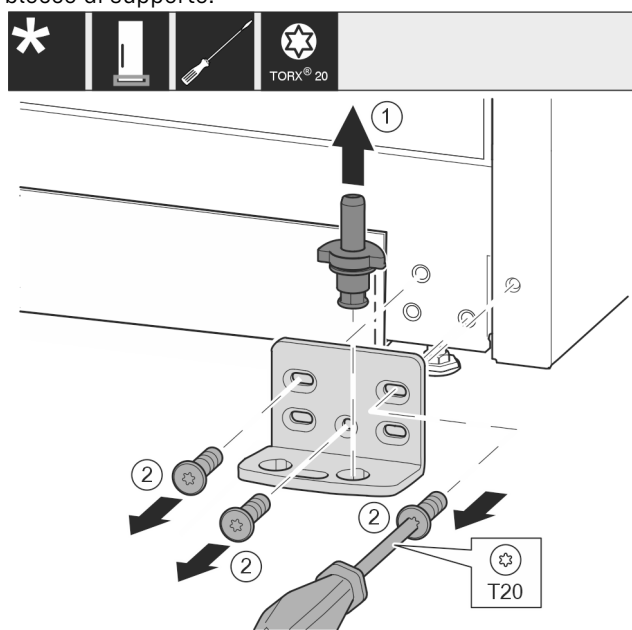

Fig. 18 *
- Estrarre completamente verso l'alto i perni di supporto Fig. 18 (1).*
- Svitare le viti Fig. 18 (2) con un cacciavite e rimuovere il blocco di supporto.*